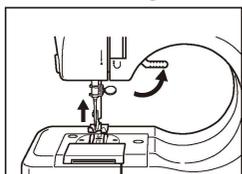

Fig. 7
2. Levante el alzador del prensatelas y coloque la tela que desea coser debajo del prensatelas (Fig. 7).